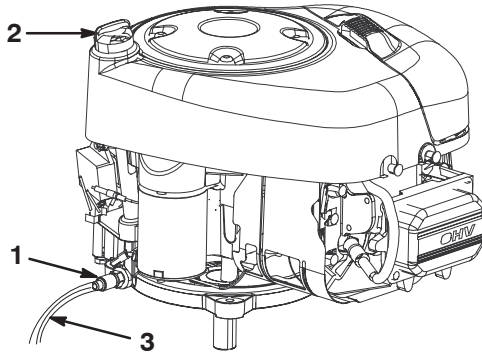

Figure 18
9. Insérez le tube de vidange dans la valve de vidange d'huile (Fig. 18).
11. Ourrez la valve de vidange d'huile (Fig. 18).